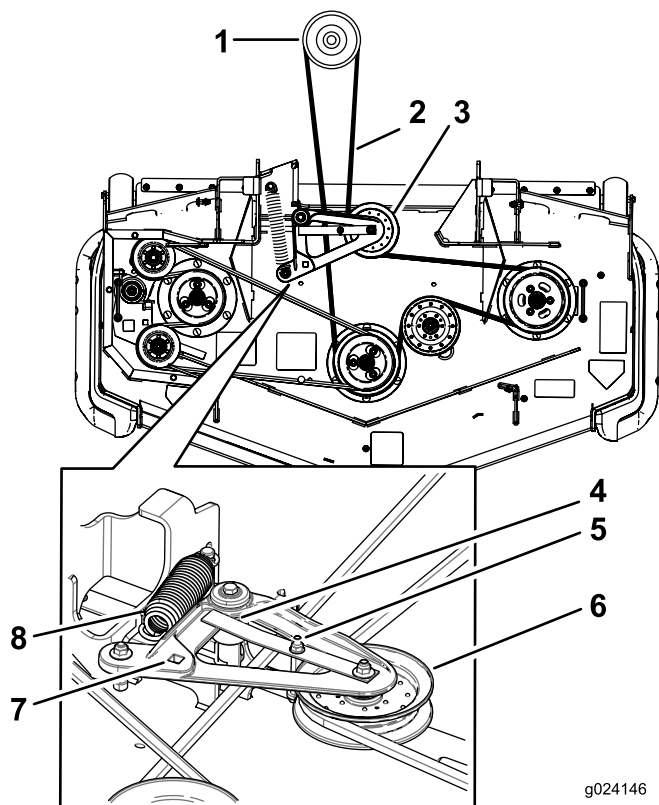

Figura 71
10. Utilizzate un cricchetto nel foro quadrato per installare la cinghia nuova attorno alle pulegge tendicinghia e alle pulegge del tosaerba (Figura 71).
6. Inserite un cricchetto nel foro quadrato del braccio di rinvio per allentare la molla del tenditore (Figura 71).
8. Sollevate l'aletta guidacinghia e rimuovete la cinghia esistente (Figura 71).
9. Montate la nuova cinghia attorno alle pulegge del tosaerba e alla puleggia della frizione, sotto il motore (Figura 71).
10. Ruotate e accertate che l'aletta guidacinghia sia a contatto con il mozzo del perno Figura 71.
11. Con il cricchetto nel foro quadrato, montate la molla del tenditore (Figura 71).